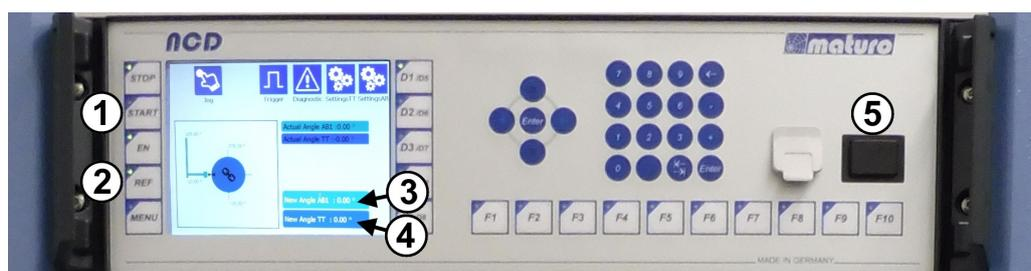

図 7-10: 仰角ポジショナーと方位角ターンテーブルのための NCD コントローラー
3. フロントパネルの右側にある黒いスタンバイボタン（図 7-10のラベル5）を押します。
3. フロントパネルの左側にある [REF] ボタン (図 7-10 のラベル 2) を押します。
- ▶ NCD コントローラーの左上にある [STOP] ボタンをタップします。図 7-10 を参照してください。
3. コントロールエレメント “New Angle AB1” (アンテナブーム、図 7-10 のラベル 3) をタップします。
6. フロントパネルの左側にある [START] ボタン (図 7-10 のラベル 1) を押します。
3. コントロールエレメント “New Angle TT” (ターンテーブル、図 7-10 のラベル 4) をタップします。
6. フロントパネルの左側にある [START] ボタン (図 7-10 のラベル 1) を押します。チャンバー内部のターンテーブルが動き、それに伴ってディスプレイに表示される方位角が更新されます。